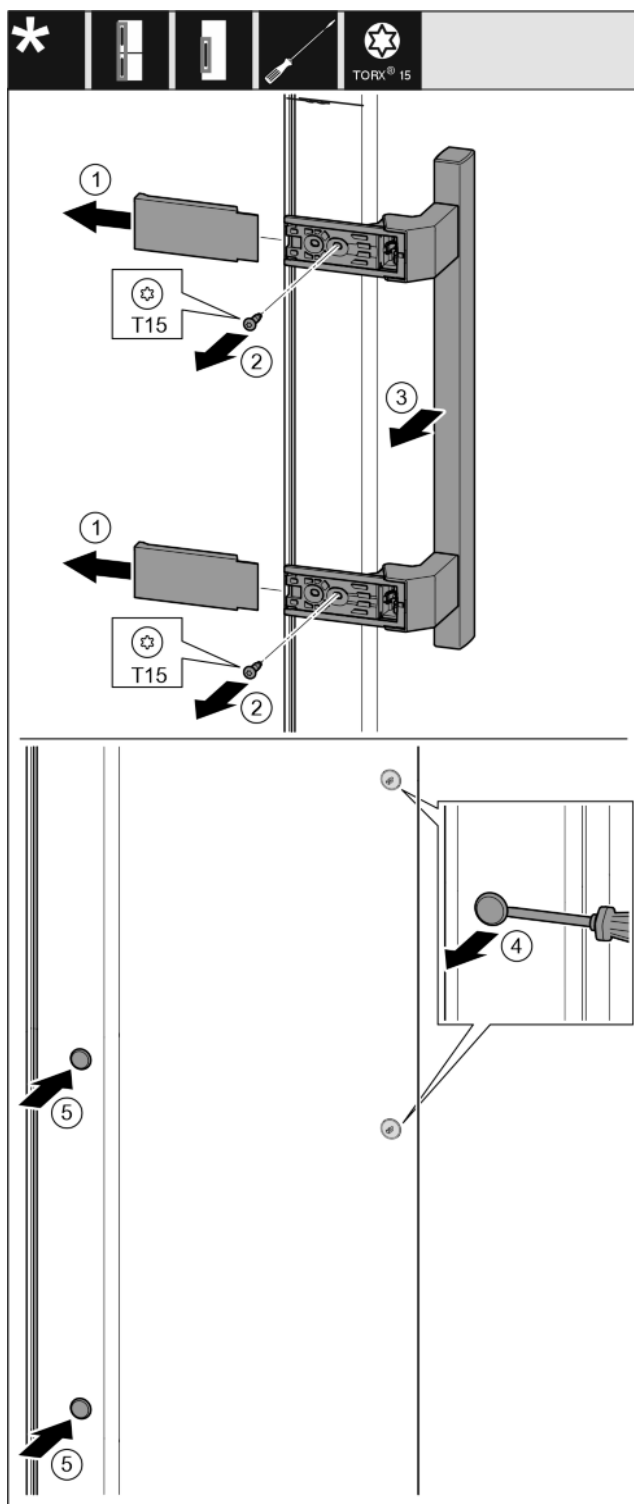

Fig. 30
- ▶ Abdeckung abziehen. Fig. 30 (1)
- ▶ Schrauben mit Schraubendreher T15 herausdrehen. Fig. 30 (2)
- ▶ Griff abnehmen. Fig. 30 (3)
- ▶ Seitlichen Stopfen vorsichtig mit einem Schlitzschraubendreher anheben und herausziehen. Fig. 30 (4)
- ▶ Stopfen auf der anderen Seite wieder einsetzen. Fig. 30 (5)